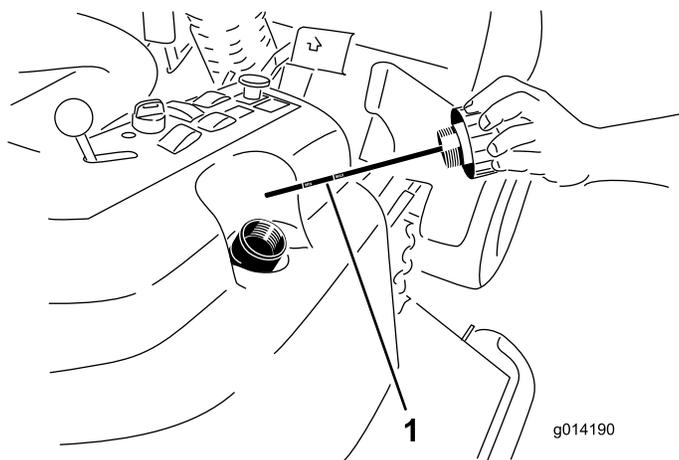

Figure 51
4. Enlevez le bouchon (Figure 51) du goulot de remplissage du réservoir hydraulique.
5. Retirez la jauge et essuyez-la sur un chiffon propre (Figure 51).
6. Vissez la jauge dans le goulot de remplissage, ressortez-la et vérifiez le niveau de liquide (Figure 51).